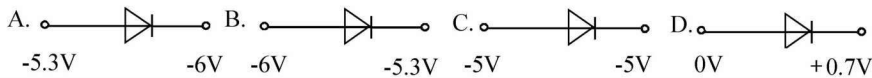

图 1-1-7
4. 图 1-1-7 所示的四只硅二极管处于导通状态的有()。